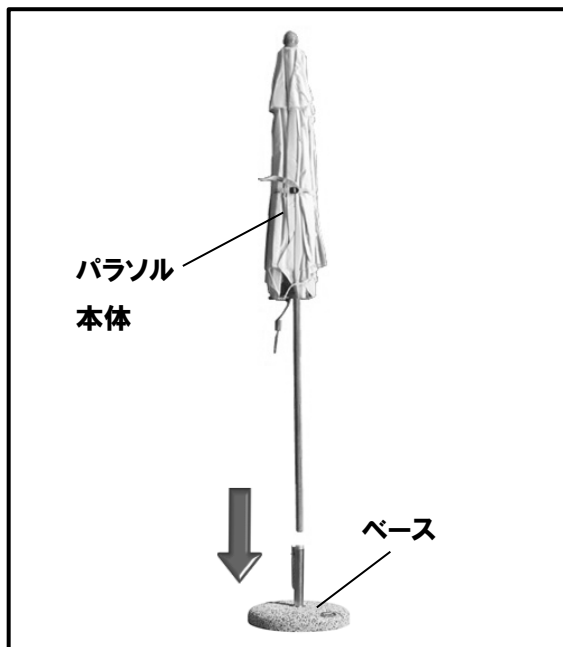

図.1
- ① 設置する場所が水平であることを確認してください。
- ② ベース (B) を置き、パラソル本体 (A) のセンターポールを台座軸に差し込みます。(図.1)